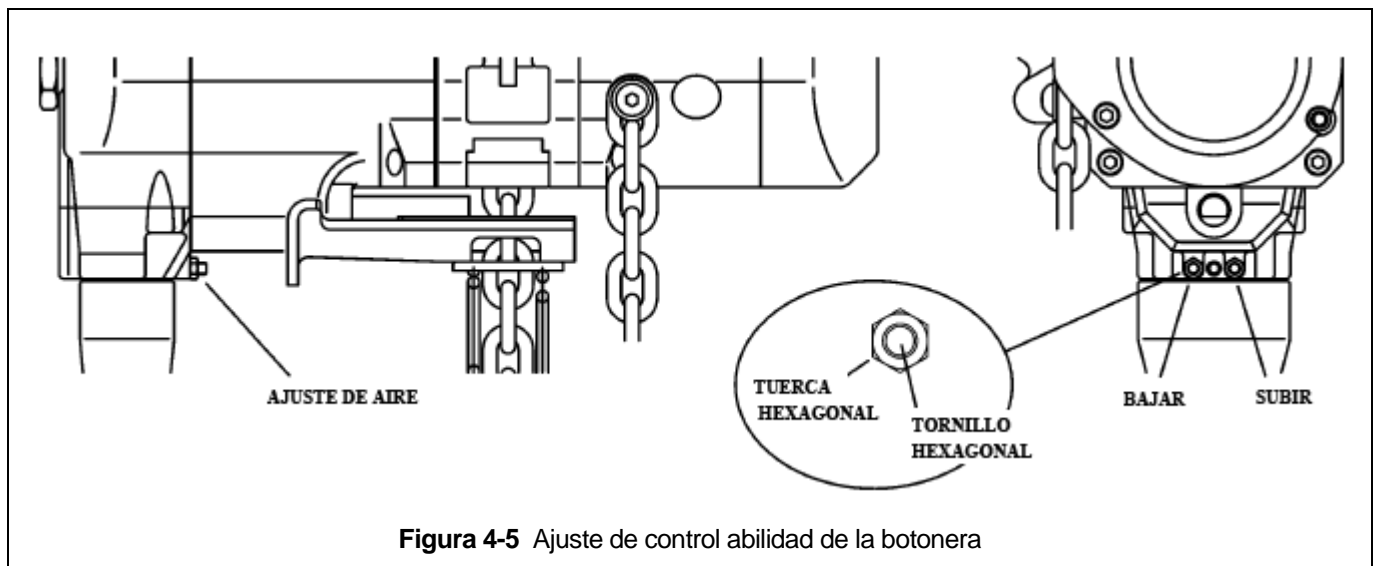

Figura 4-5 Ajuste de controlabilidad de la botonera
- 4.6.2 Para ajustar la presión de aire de la botonera, ubique la tuerca hexagonal y el tornillo hexagonal como se muestra en la figura 4-5. El tornillo de ajuste de la izquierda es para ajustar la velocidad de descenso y el tornillo de ajuste de la derecha es para ajustar la velocidad de elevación.